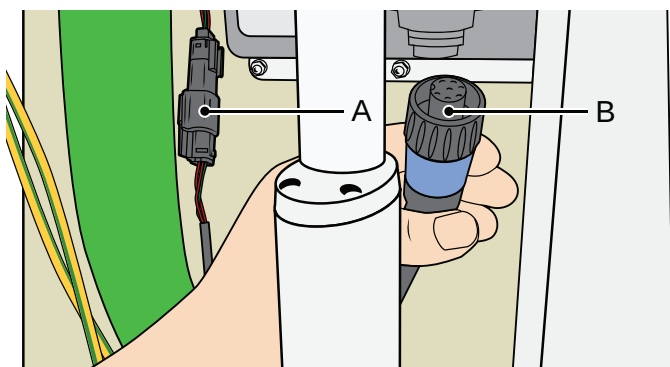

Figure 50
1. Débranchez le connecteur du capteur d'entrée (détection de la protection Hydrosound) (A) et le connecteur du transducteur (B). Voir. Figure 50